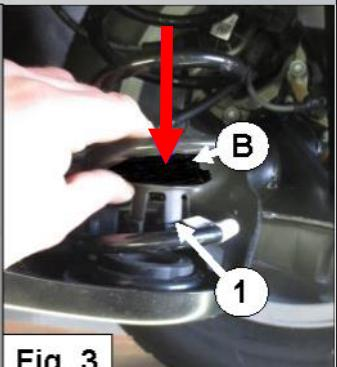

Fig. 3
3. Placez le bouchon en plastique **1** avec la coupelle inférieure **B** arrière dans le bras du suspension. Voir fig. 3. Si la coupelle inférieure **B** ne rentre pas dans le bouchon en plastique **1**, placez la coupelle inférieure sans le bouchon en plastique **1** dans le bras de support et fixez le couvercle en plastique avec un serre-câble. Voir fig. 6.